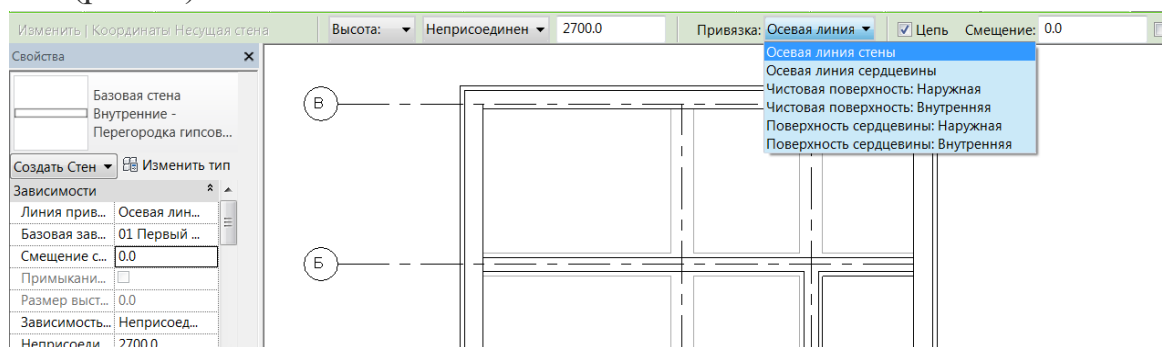
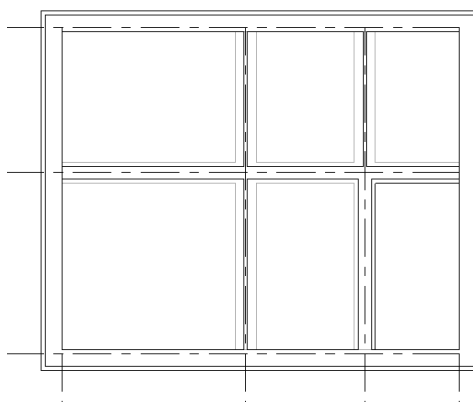

Рис. 36
Рис. 37
7. Для межкомнатных стен принять высоту равной 2700 мм, привязку установить **Осевая линия стены**, смещение нулевое (рис. 36), построить стены (рис.37).